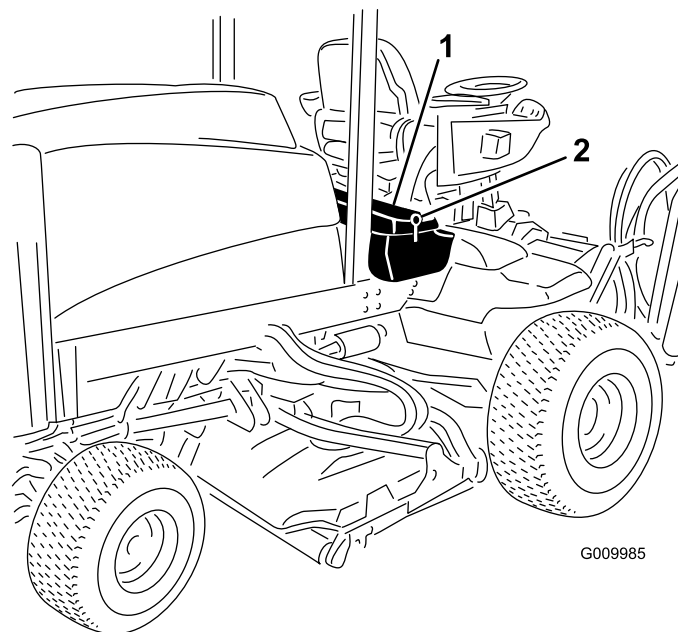

Figure 49
1. Ouvrez le verrou du couvercle du bac de rangement droit et soulevez le couvercle (Figure 49).